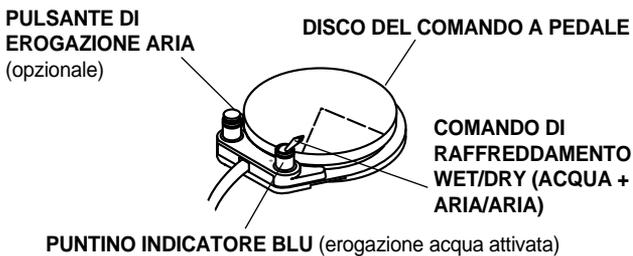

Figura 5. Comando a pedale
Il comando a pedale è dotato di un comando di raffreddamento wet/dry (acqua + aria/aria) e, opzionalmente, di un pulsante di erogazione aria (vedere la Figura 5).
3. Posizionare il comando di raffreddamento wet/dry sul comando a pedale (vedere la Figura 5 a pagina 5) su OFF, dalla parte opposta rispetto al puntino indicatore blu.
3. Posizionare il comando di raffreddamento wet/dry sul comando a pedale (vedere la Figura 5 a pagina 5) su ON, verso il puntino indicatore blu.